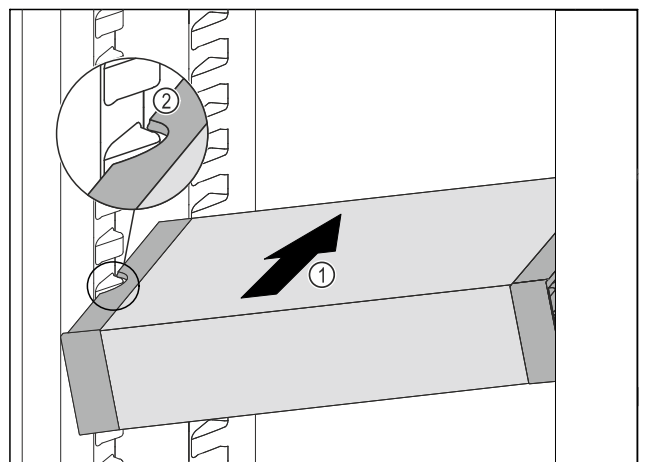

Fig. 84
- ▶ Împingeți VarioSafe oblic în frigider Fig. 84 (1), până când degajările laterale Fig. 84 (2) ale VarioSafese află la înălțimea nervurii recipientului din frigider.